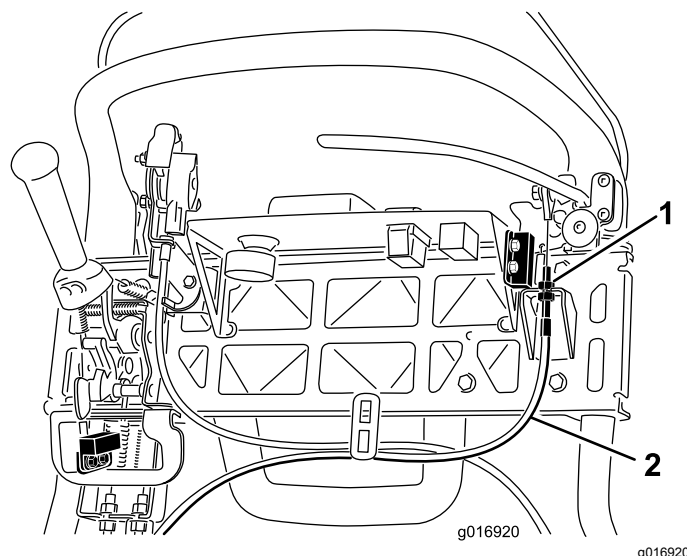

Figure 43
3. Pour accroître la tension du câble, desserrez l'écrou de blocage supérieur et serrez l'écrou de blocage inférieur du câble (Figure 43) jusqu'à ce qu'il soit nécessaire d'exercer une force de 156 N sur la poignée du levier de frein pour débloquer le verrou du frein de stationnement.